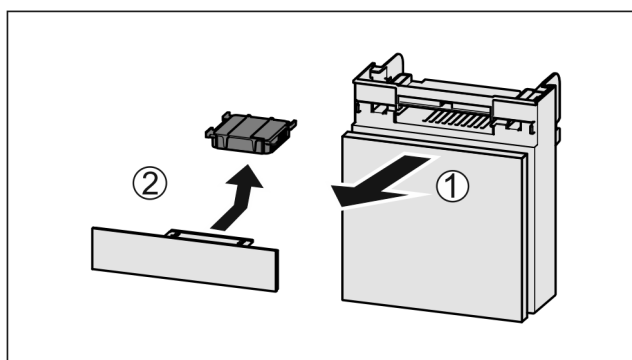

Fig. 183
- Extraire le compartiment par l'avant Fig. 183 (1).
- Sortir le filtre à charbon actif Fig. 183 (2).